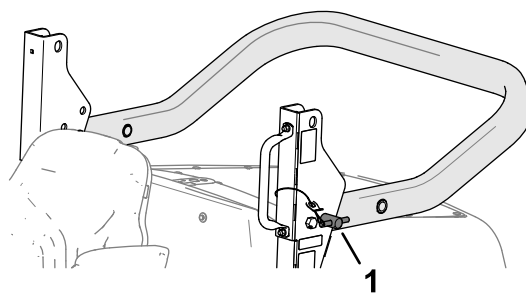

Figure 30
3. Soutenez le poids de la partie supérieure de l'arceau de sécurité pendant que vous retirez les axes des supports de pivot (Figure 30).
5. Insérez les axes dans les trous inférieurs des supports de pivot de l'arceau de sécurité (Figure 30).